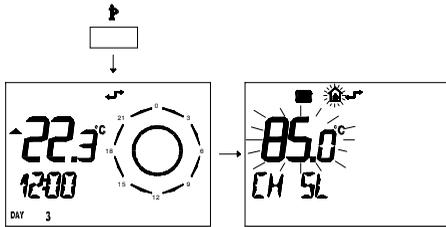

fig. 8.10
- 1 Premere per più di 3 secondi il pulsante  per entrare in modalità **INFO**. fig. 8.10